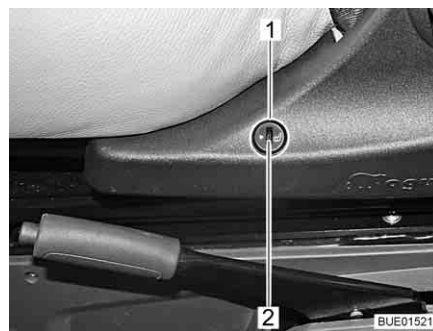

Bild 24 Brytare för stolsvärme
- Tryck på den undre delen av reglaget (Bild 24,1) på stolkonsolens vänstra sida.
- För att sänka värmen vrid du inställningsratten (Bild 24,2) i riktning "0".
- För att höja värmen vrid du inställningsratten (Bild 24,2) i riktning "5".
- Tryck på den övre delen av reglaget (Bild 24,1) på stolkonsolens vänstra sida.